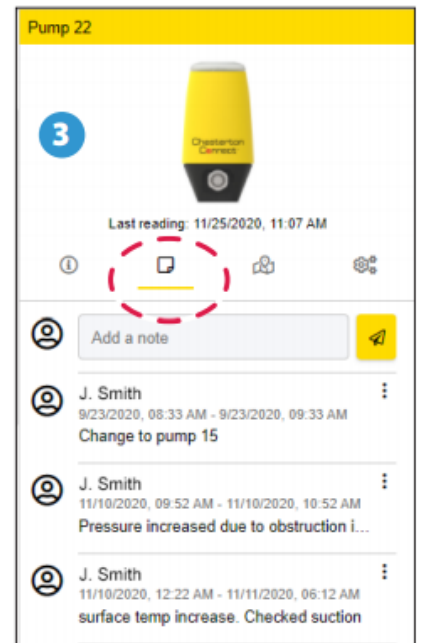

Figura 9a
- 3 **Agregar una nota:** agregue cualquier nota relacionada con el activo o sensor (ver figura 9a y 9b):